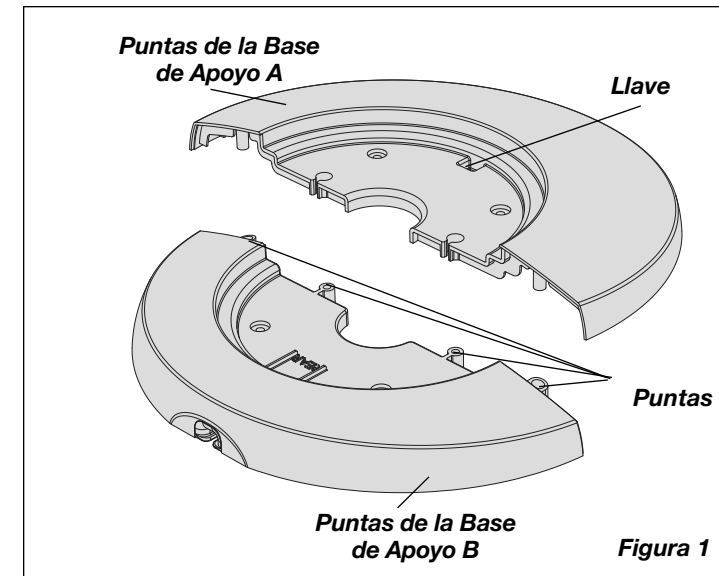
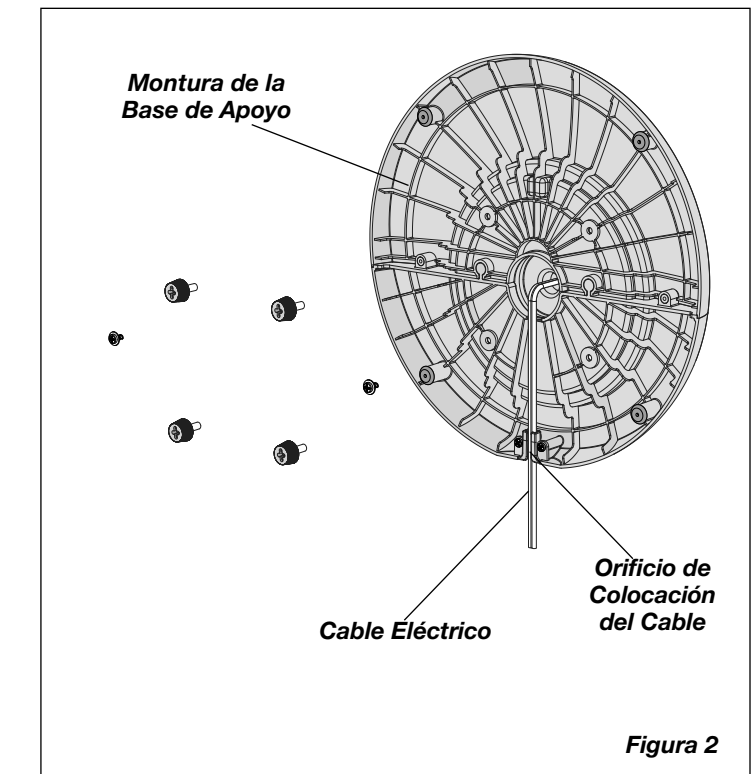

Figura 1
Figura 2
2. Arme las Mitades de la Base de Apoyo encastrando las **Puntas** de la **Base de Apoyo A** con los Orificios para **Puntas** en la **Base de Apoyo B**. Conecte el **Cable Eléctrico** a través del orificio grande en el centro de la **Montura de la Base de Apoyo**. (*Figura 1*)
3. Asegure (2) #8 X 3/8" (9.52 mm) Tornillos en los dos orificios externos en la parte inferior de la Base. (*Figura 2*)
4. Alinee la **Montura de la Base de Apoyo** con la **Base del Motor**, teniendo en cuenta que la ranura del cable en la parte inferior de la montura de la base de apoyo debe apuntar hacia la parte posterior del Ventilador. Adose la **Montura de la Base de Apoyo** a la **Base del Motor** con (4) **Tornillos Mariposa**. Cerciórese de alinear la **Llave** del **Conjunto de la Base de Soporte** con la **Muesca Localizadora** de la **Base Del Motor**. (*Figura 1*) Suavemente tire del **Cable Eléctrico** para evitar que quede flojo y colóquelo en el **Orificio de Colocación del Cable**. (*Figura 2*)